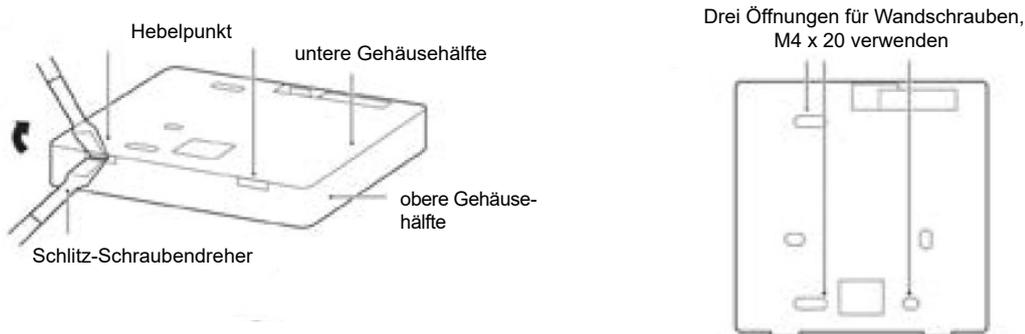

Abbildung 41: Wandmontage
1. Einen Schlitzschraubendreher in die Aussparung unten an der Kabelfernbedienung schieben und die untere Gehäusehälfte damit anheben. In die richtige Richtung anheben, ansonsten besteht die Gefahr, dass die untere Gehäusehälfte beschädigt wird, siehe „Abbildung 41: Wandmontage“ auf Seite 65.